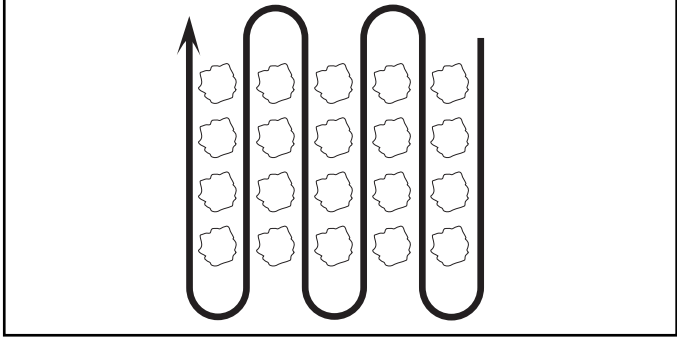

FIG. 10
- Cultivez le long des rangs à une vitesse qui permettra aux fraises de déraciner les mauvaises herbes et de laisser la terre à l'état bruyant pour que les mauvaises herbes n'y repoussent plus (Voir la fig. 10).